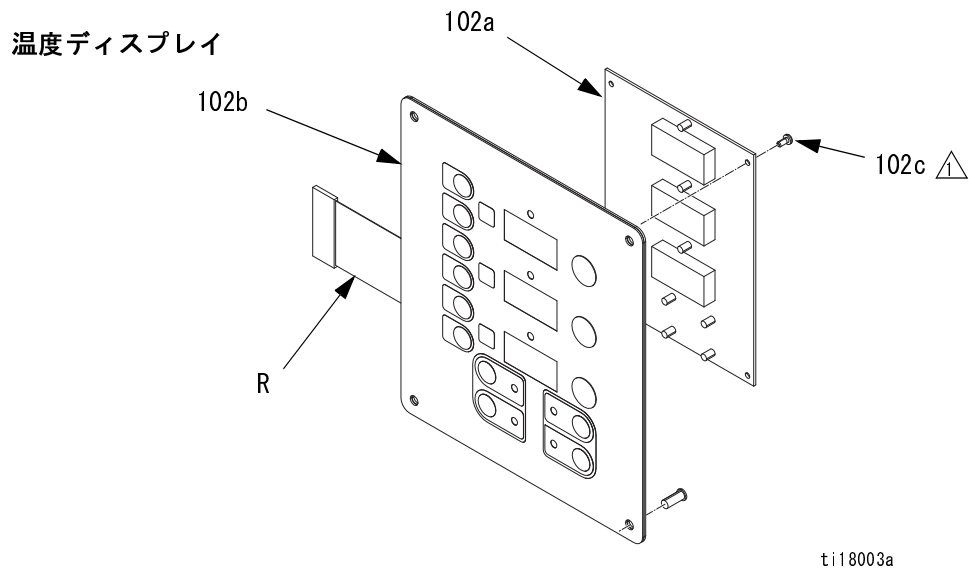

図 15. ディスプレイモジュール
5. ディスプレイモジュールの左下の隅にあるメインディスプレイケーブル (106) の接続を外します。図 15 を参照してください。
6. ネジ (116) およびカバー (105) を外してください。図 15 を参照してください。
7. ケーブルコネクタの接続を温度ディスプレイ (102) の後ろから外します。図 15 を参照してください。
8. ディスプレイの後ろからリボンケーブル (R) を外します。図 15 を参照してください。
9. ナット (103) とプレート (101) を取り外します。
10. ディスプレイを分解します。詳細については、図 15 を参照してください。
12. 逆の手順で組み付けます。図 15 を参照してください。見えるネジ部分に中強度のシーラントを塗布します。ディスプレイケーブルの接地線 (G) がケーブルブッシングとカバー (105) の間にネジ (107) で固定されていることを確認してください。